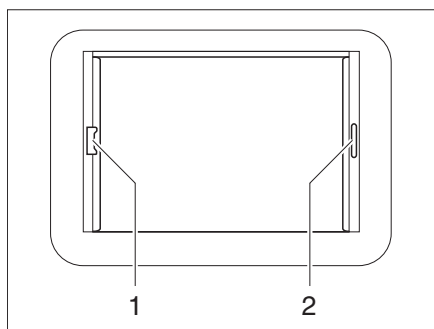

Fig. 53 Oblò Heki, bloccaggio tenda a rullo
- Tirare la tendina oscurante pieghevole per la maniglia (Fig. 53,2) fino alla posizione desiderata e rilasciare. La tendina oscurante pieghevole rimane in questa posizione.
- Tirare la zanzariera a rullo per la maniglia (Fig. 53,1) verso la maniglia contrapposta della tendina oscurante pieghevole (Fig. 53,2) e farla innestare.
- Premere la maniglia della zanzariera a rullo dietro, verso l'alto, e sganciare la zanzariera a rullo dalla tendina oscurante pieghevole (Fig. 53,2).